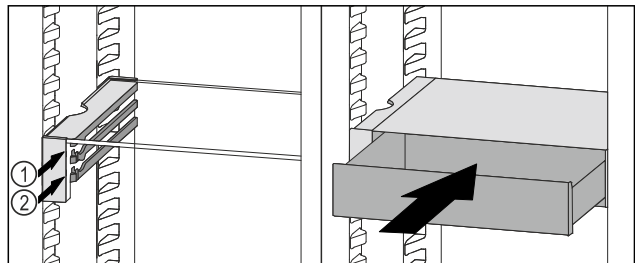

Fig. 102
- ▶ Установите выдвижной ящик VarioSafe за стопоры на требуемый выступ Fig. 102 (1) или Fig. 102 (2).